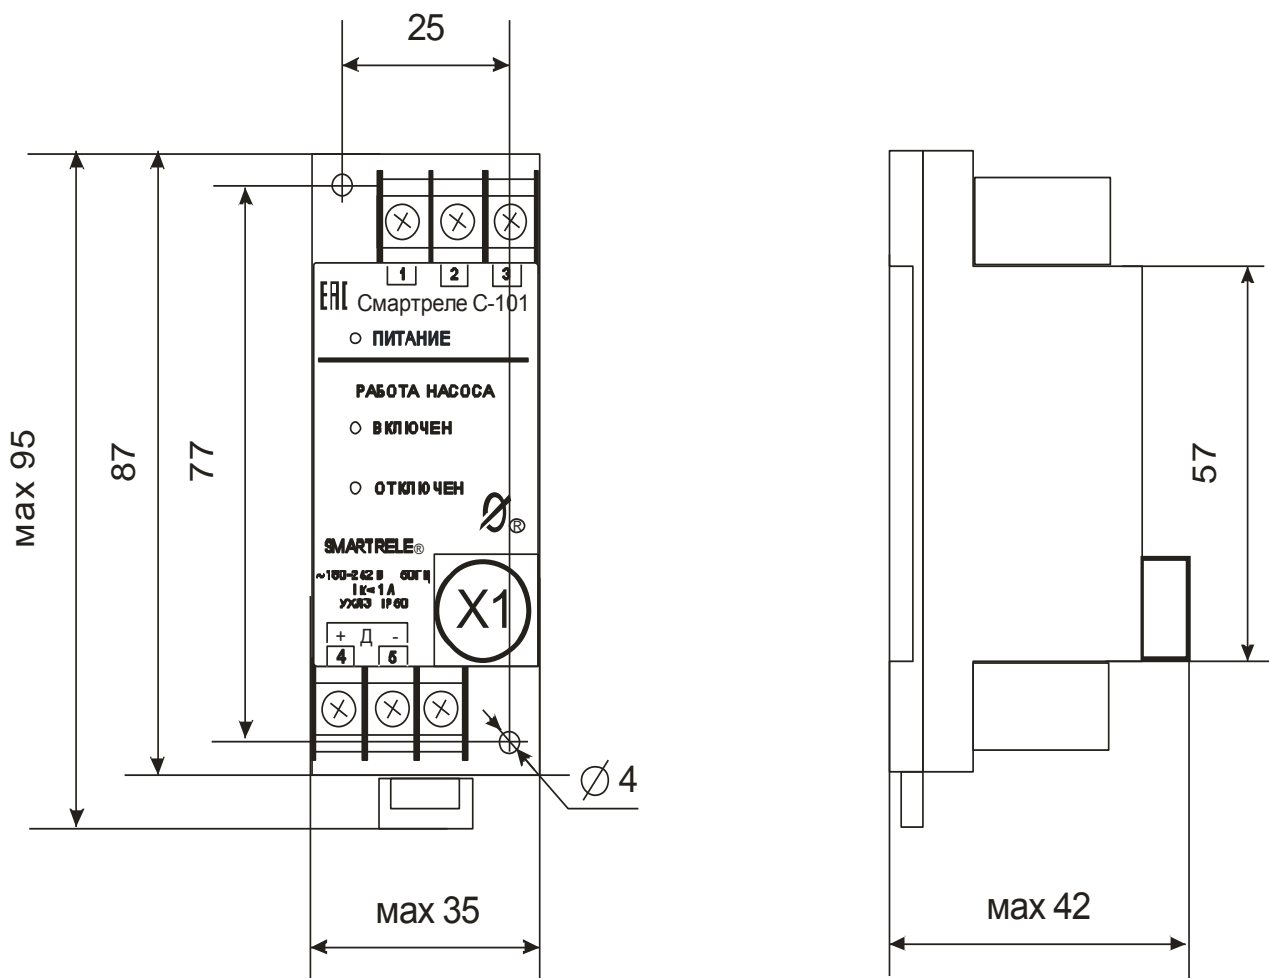

Рисунок 1 – внешний вид реле СМАРТРЕЛЕ С-101, СМАРТРЕЛЕ С-102
5.1 Внешний вид реле, расположение его органов индикации показаны на рис.1. Схема подключения реле в систему управления электродвигателя насоса показана на рис.2-3.